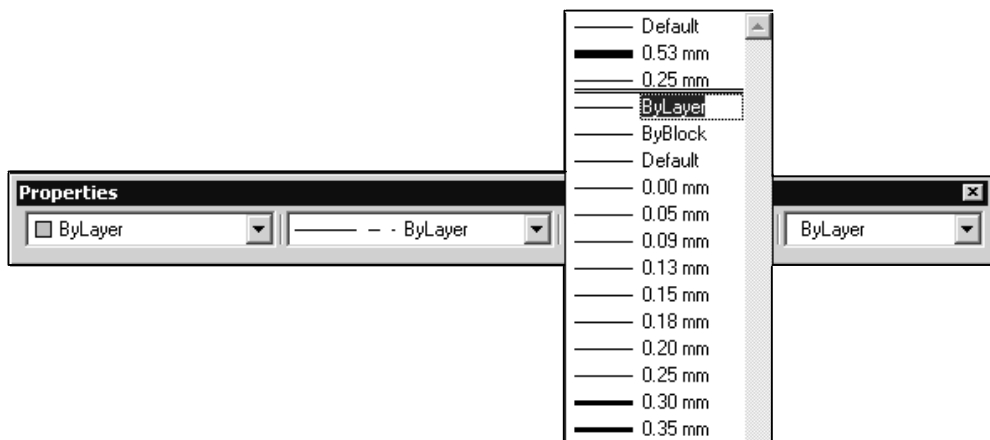

Рис. 7.16. Раскрывающийся список весов линий
На панели инструментов **Properties** (Свойства) находятся раскрывающиеся списки **Color Control** (Цвета) (рис. 7.14), **Linetype Control** (Типы линий) (рис. 7.15) и **Lineweight Control** (Веса линий) (рис. 7.16), с помощью которых можно оперативно изменять цвет, тип и толщину линий объектов, принадлежащих слою.
2. Раскройте выпадающий список **Lineweight Control** (Вес линий) (см. рис. 7.16) на панели инструментов **Properties** (Свойства).